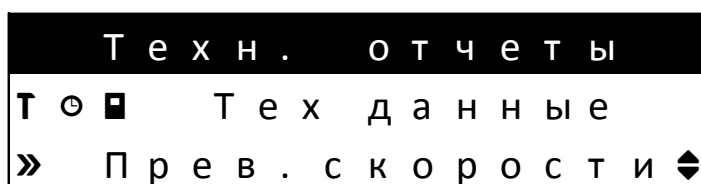

Рисунок 7.1.6 - Окно выбора отчета о превышениях скорости
7.1.11 Окно выбора отчета о превышениях скорости (рисунок 7.1.6).